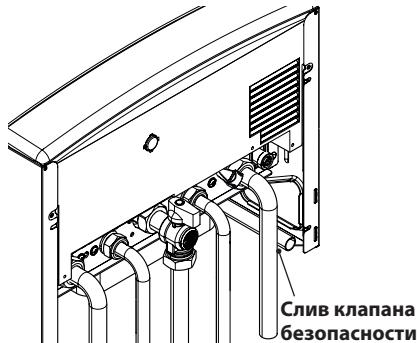

Рисунок 5.3
- Подсоедините предохранительный клапан к сливной воронке. Рисунок 5.3